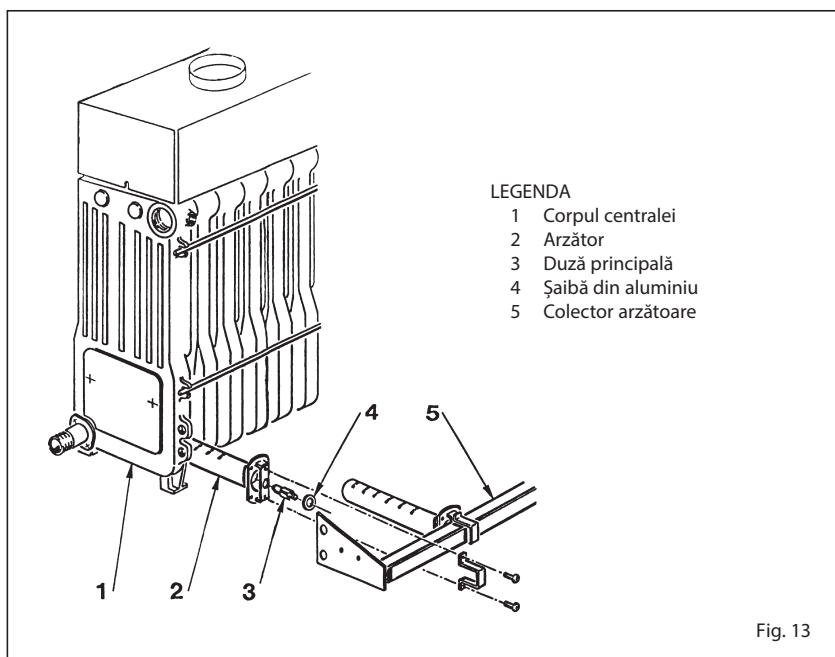

Fig. 13
- Înlăturați ușa (1) panoului fixată cu ajutorul știfturilor.
- Pentru a scoate capacul (3) desfaceți cele două șuruburi care îl fixează de camera de fum și ridicați-l.
- Scoateți panoul anterior superior (2) sprijinindu-l de camera de fum.
- Demontați panoul lateral stâng (4) desfăcând piulițele care îl fixează pe tiranți.
- Aceeași operațiune trebuie efectuată și pentru demontarea panoului lateral drept (5).
- Scoateți peretele intern (6) trăgându-l în față.
- Desfaceți piulițele care blochează peretele posterior (7) pentru a-l scoate din tiranți.
4.6 ÎNTREȚINERE (fig. 13)
- Asigurați-vă ca în partea superioară cu orificii a arzătoarelor să nu existe depuneri de impurități (fig. 13).